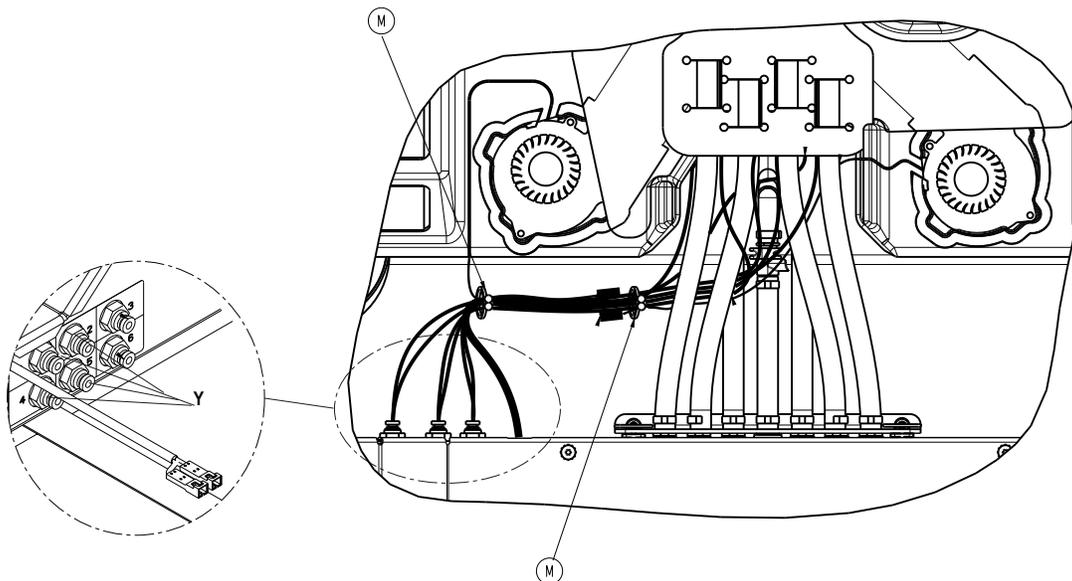

Figure 6 – Conduites de capteur de cellules et serre-câbles à coulisse
8. Débrancher les quatre conduites du capteur de cellules (Y) (un bleu, deux jaune, quatre vert et cinq orange) de la boîte côté pieds. Pousser le raccord vers l'intérieur et tirer chaque conduite (Figure 6).
9. Sortir les conduites de capteur des serre-câbles à coulisse (M) (Figure 6).